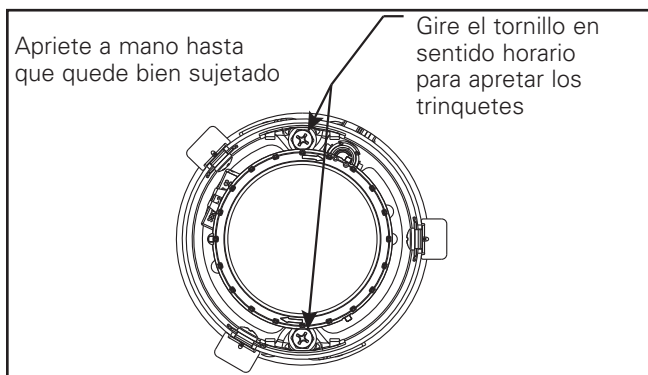

Figura 5
6. Gire ambos tornillos de trinquete en el sentido horario hasta que sujeten el módulo al techo (consulte la figura 5). NO apriete demasiado los tornillos. Ajústelos sólo manualmente.